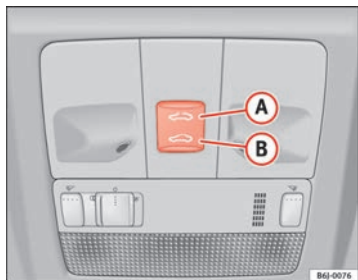

Fig. 49 Tettuccio panoramico / sollevabile
- Premere e tener premuto il pulsante **(B)** ⇒ fig. 49 ⇒ **⚠**: il tettuccio compie il movimento di chiusura fino che si rilascia il pulsante.